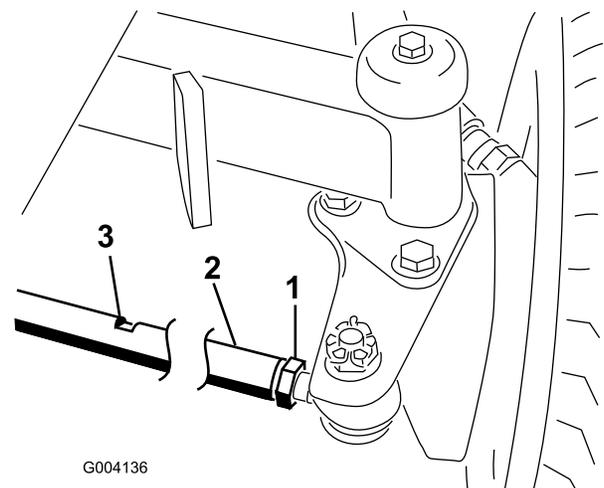

Bild 63
2. Lösen Sie die Klemmmutter an jedem Ende der Zugstange (Bild 63).